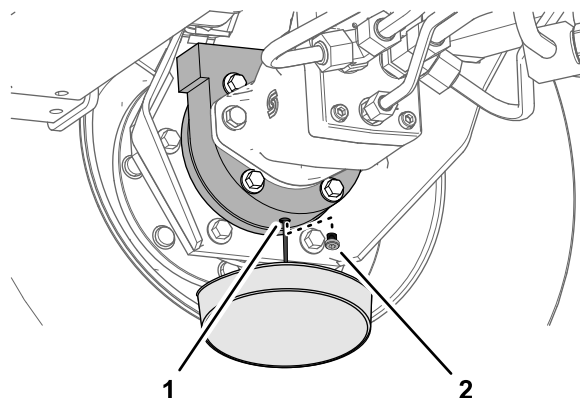

図 75
6. ブレーキハウジングの下に容器を置き、プラグを外してオイルを抜く 図 75。